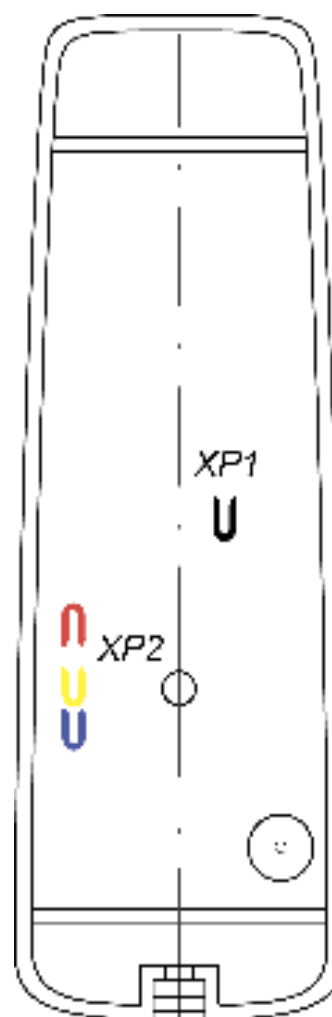

Рисунок 4. Расположение перемычек на тыльной стороне контроллера
5. Если данный контроллер не является конечным устройством на линии связи интерфейса RS-485 подключения периферии, то необходимо отключить на нем концевой резистор, для чего перекусите кусачками перемычку «отключение концевой резистора» (перемычка *XP1*, см. рис. 4). Учтите, что в этом случае необходимо будет установить концевые резисторы по реальным концам линии связи интерфейса RS-485.